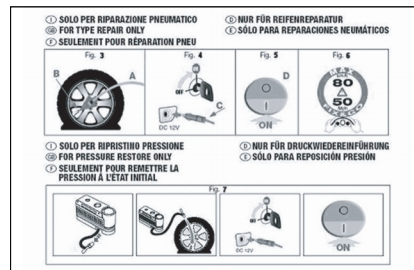

Рис. 12
- руководство по эксплуатации (см., **рис. 12**) набора для быстрого ремонта шин, в дальнейшем должно быть передано работникам, ремонтирующим шину